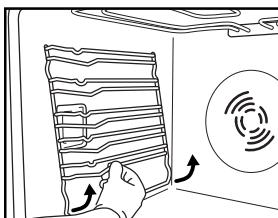

Fig.3
1. Déposez les grilles porte-accessoires latérales (Fig. 3).
2. Déposez les grilles porte-accessoires latérales, si elles sont présentes (Fig. 3).